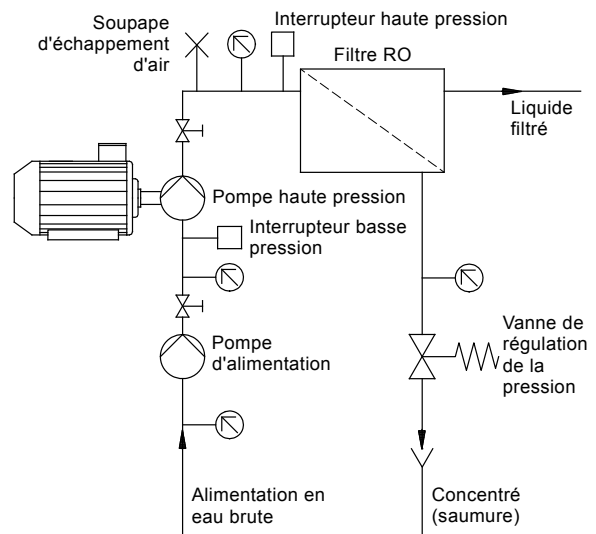

Fig. 11 Système de surpression BME
6. la tuyauterie en fonction des schémas, voir figs 11 et 12.